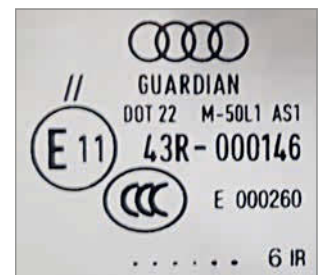

Bild 2: Stempel auf der Windschutzscheibe
2. Welche Bedeutung hat der Stempel auf der Windschutzscheibe (Bild 2)?